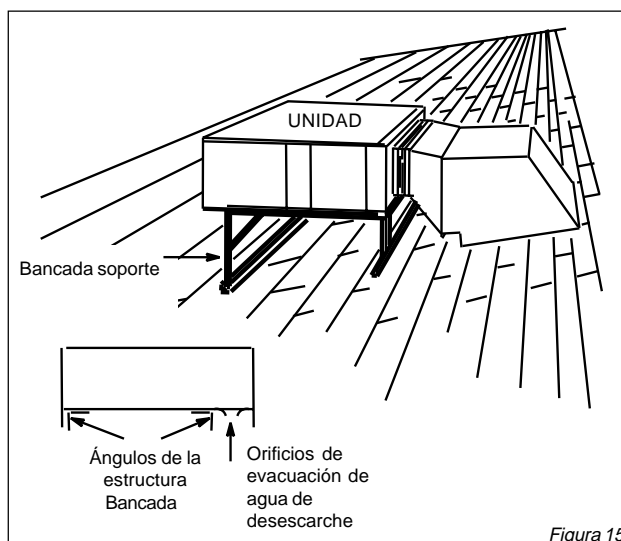

Figura 15
5. Corte el aislante sobrante de la parte inferior de las unidades. Vea las áreas sombreadas en la figura 15.